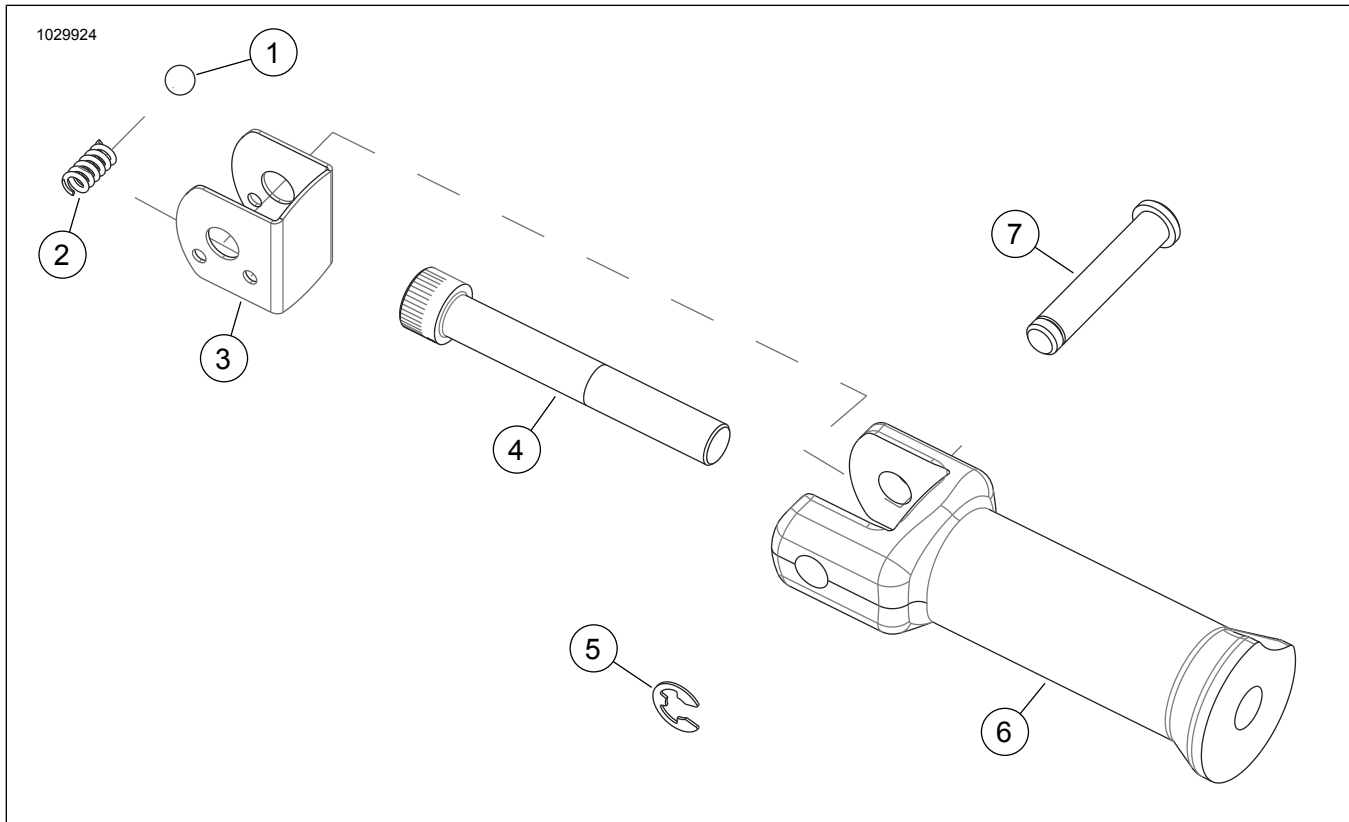

Abbildung 2. Teileumsatz, Service, Montagekit für Soziusfußraste
Siehe Abbildung 2 und Siehe Tabelle 1.
Siehe Abbildung 2 >. Fußrastenträger (6) am Fahrzeug positionieren. Innensechskantkopfschraube (4) durch Fußrastenträger hindurch in Gewindebohrung im Rahmen befestigen. Auf folgendes Drehmoment anziehen: